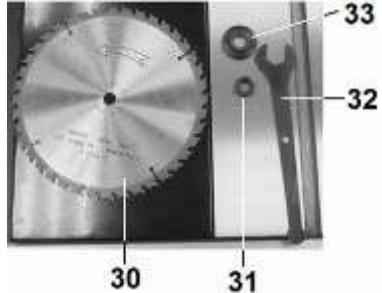

Рис.15
**ВНИМАНИЕ:** Перед установкой пильного диска проверьте, чтобы зубья пильного диска были направлены вниз в передней части пилы (Рис.15).
8.5.1. Гайкой (7) ослабьте фиксированное положение маховика (6), вращая маховик (6) по часовой стрелке, поднимите шпindel (35) в крайнее верхнее положение.